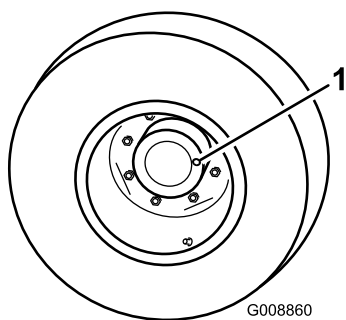

Figura 52
1. Con la macchina parcheggiata su una superficie piana, posizionate la ruota in modo che un tappo (Figura 52) si trovi nella posizione ore 12 e l'altro ore 3.
1. Tappo di controllo/spurgo (2)
2. Rimuovete il tappo a ore 3 (Figura 52).
2. Togliete il tappo di controllo/riempimento dal lato sinistro della scatola ingranaggi (Figura 52) e verificate che il lubrificante raggiunga la base del foro. Se il livello è basso, rabboccate con lubrificante fino a portarlo alla base del foro.